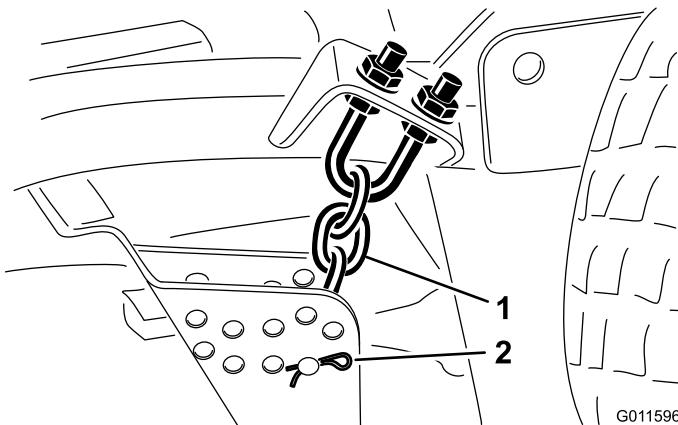

Figura 3
- Retire los pasadores y las chavetas que fijan las cadenas de ajuste de la altura de corte a la parte trasera de la plataforma (Figura 3). Guarde los pasadores y las chavetas para instalarlos en la plataforma delantera nueva.